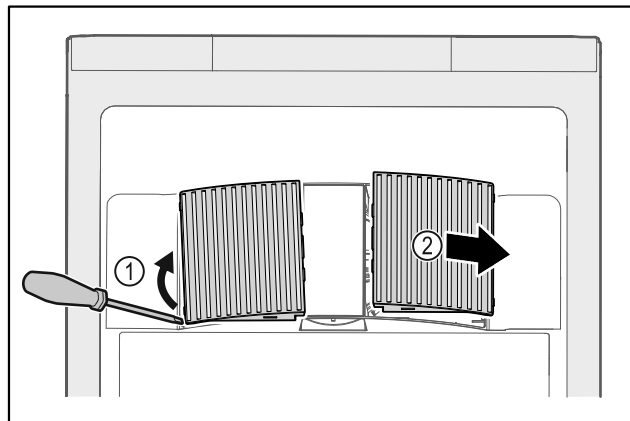

Fig. 228
► Nxirni jashtë duke i ngritur lart me kujdes kapakët mbulues të ventilatorit nga anash Fig. 228 (1) dhe hiqni nga përpara Fig. 228 (2).